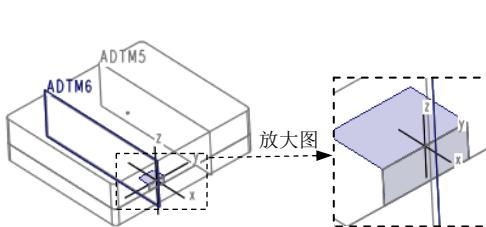
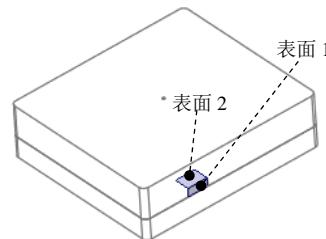

图 31.66 定义坐标系方向
图 31.67 定义坐标系参考平面
Step6. 同理, 创建如图 31.66 所示的基准坐标系 ACS1, 选取参考平面顺序为图 31.67 所示的表面 1、图 31.66 所示的 ADMT6 和图 31.67 所示的表面 2。